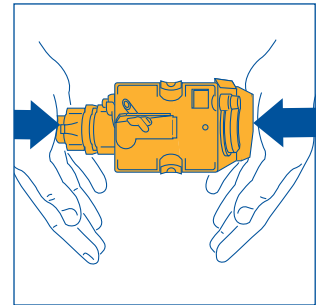

Fig.32
**NOTA 2:** si l'infuseur est difficile à insérer, il faut (avant de l'insérer) l'amener à la bonne dimension en appuyez fort sur le bas et sur le haut en même temps (voir figure 32).